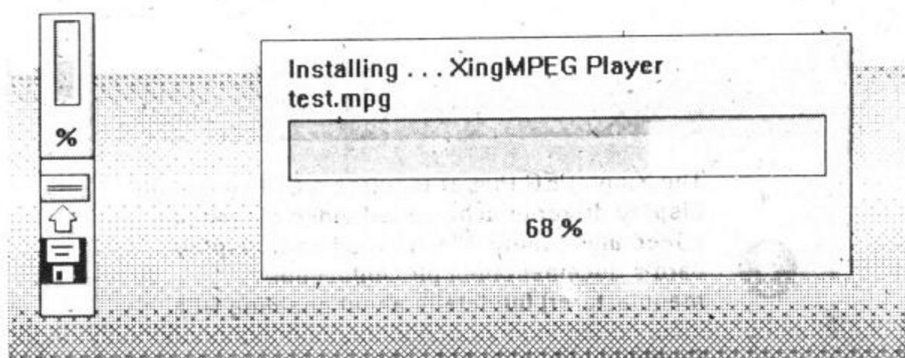

图 6-15
⑧按下 OK 键后，安装程序将文件安装到硬盘上，屏幕上出现安装进度表。(图 6-15)